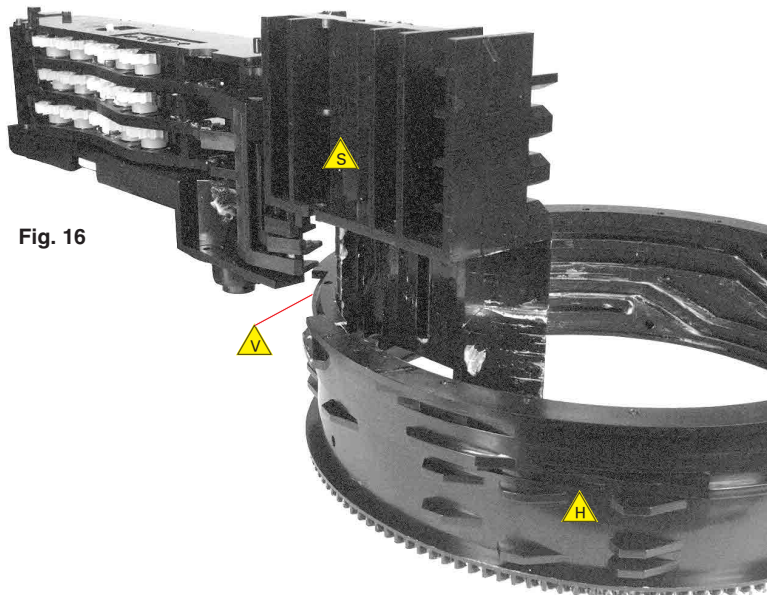

Fig. 16
- Steuerrad und Seitenteil trennen: Steuerrad so drehen, dass die Steuerhebel an der Aussparung  $\Delta_V$  am oberen Rand des Steuer-rades vorbeigeführt werden können (Fig. 16).
- Separate cam wheel and side part: Turn the cam wheel so that the tray levers can be moved through gap  $\Delta_V$  at the upper border of the cam wheel (Fig. 16).